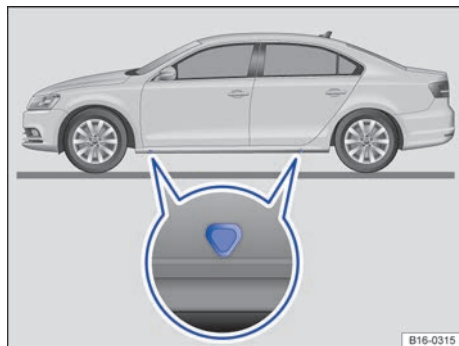

Fig. 232 Puntos de apoyo para el gato.
El gato únicamente se deberá colocar en los refuerzos de los bajos del vehículo que se encuentran detrás de las marcas que hay en la carrocería → fig. 232. El punto de apoyo válido es el que se encuentra junto a la rueda correspondiente → ⚠.
6. Busque debajo del vehículo el punto de apoyo para el gato → fig. 232 que se encuentre más próximo a la rueda que haya que cambiar.